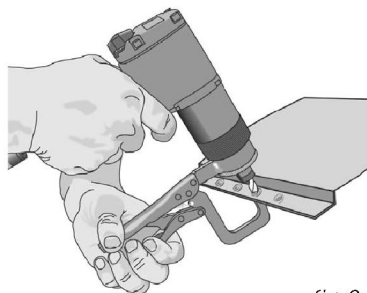

fig. 3
- Changez l'épaisseur de la pince en G (F) à l'aide du règleur (G).
- La pince en G peut être complètement retirée en dévissant le collier de fixation (D).
2. Utilisez la pince en G pour maintenir la pièce à travailler en place lorsque l'outil est en marche (fig. 3).